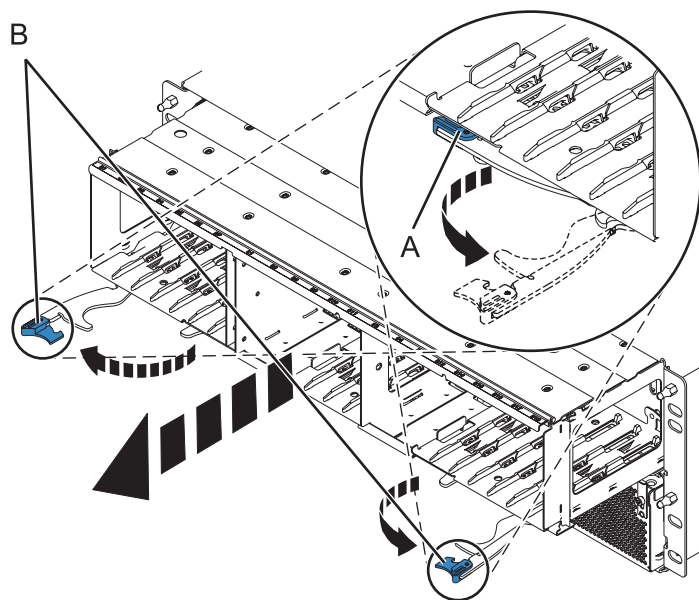

Figura 96. Extracció de la placa posterior de l'allotjament
6. Traieu la placa posterior com es mostra a la Figura 96 a la pàgina 140.